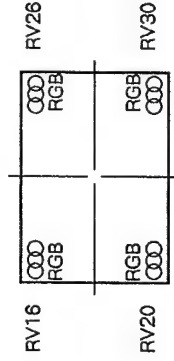

図 1-15
6. DC基板のRV16, RV20, RV26, RV30にて赤・緑・青のドットが重なるように調整する。(図1-15参照)